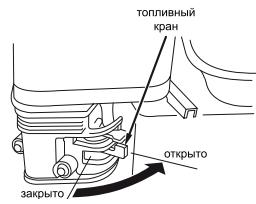

Рис. 6
6. Перевести топливный кран в положение «Открыто» (крайне правое), см. рис. 6.